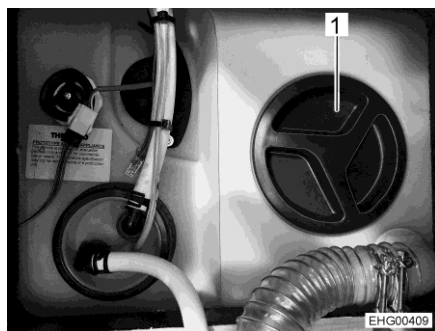

Fig. 156 Réservoir d'eau, installation indus
- Enlever le couvercle de fermeture (Fig. 156,1) du réservoir d'eau.